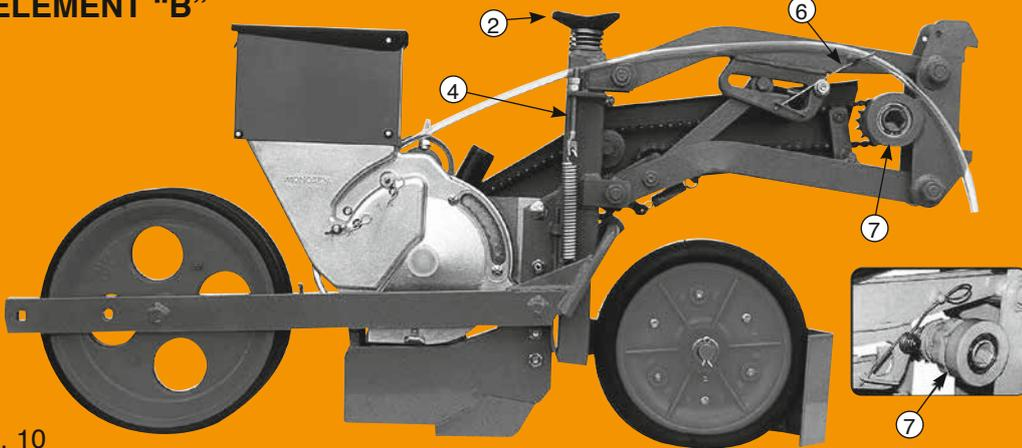

Fig. 10
- 7 Individual disengaging : slide the cam and turn 1/4 turn (fig. 10).
PLANTER UNIT B VERSION (fig. 10) for row spacing of 14 cm (5 1/2") and more
- 1 Klutenräumer : Für die Höheneinstellung bitte die Flügelmutter verwenden. Um sie gerade auszurichten verwenden Sie die Schraube (1). Die Klumpenentferner sollten sorgfältig eingestellt werden.
- 7 Ausschalten des Antriebs : durch 1/4 Drehung der Antriebsklaue (fig. 10).
Element Version B (Fig. 10) für Reihenabstände von 14 cm (5 1/2") und mehr
- 1 Quita-terrones. Regulación de la altura con la tuerca-mariposa-restablecer el aplomo, si es necesario, con el tornillo (A). Se debe regular el quita terrones con atención.
- 7 Desembrague individual : empujar a fondo el volante y girar un cuarto de vuelta (fig. 10).
CUERPO SEMBRADOR Versión B (fig. 10) entrefilas de 14 cm ó más